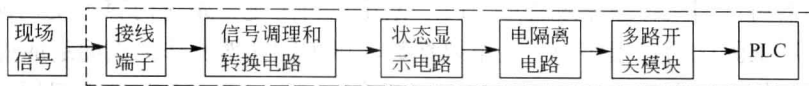

图 1-5 输入接口的结构
① 输入接口电路
a. 输入接口电路的组成和作用。输入接口电路由接线端子、输入调理和电平转换电路、模块状态显示、电隔离电路和多路选择开关模块组成，如图 1-5 所示。现场的信号必须连接在输入端子才可能将信号输入到 CPU 中，它提供了外部信号输入的物理接口；调理和电平转换电路十分重要，可以将工业现场的信号（如强电 220V AC 信号）转化成电信号（CPU 可以识别的弱电信号）；电隔离电路主要利用电隔离器件将工业现场的机械或者电输入信号和 PLC 的 CPU 的信号隔开，它能确保过高的电干扰信号和浪涌不串入 PLC 的微处理器，起保护作用，有三种隔离方式，用得最多的是光电隔离，其次是变压器隔离和干簧继电器隔离；当外部有信号输入时，输入模块上有指示灯显示，这个电路比较简单，当线路中有故障时，它帮助用户查找故障，由于氖灯或 LED 灯的寿命比较长，所以这个灯通常是氖灯或 LED 灯；多路选择开关接受调理完成的输入信号，并存储在多路开关模块中，当输入循环扫描时，多路开关模块中信号输送到 I/O 状态寄存器中。